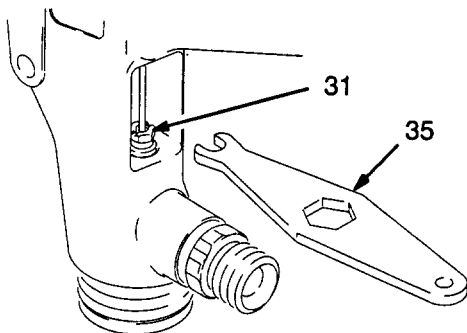

Fig. 11
9. Apretar el tornillo de ajuste de las empaquetaduras (31) con la llave de pistola (35), tal como se muestra en la Fig. 11, hasta que se sienta una ligera resistencia sobre la aguja de fluido. No apretar excesivamente el tornillo puesto que esto puede bloquear el movimiento de la aguja.
- Colocar la pistola y los gatillos del producto activador (3 y 48). Apretar el tornillo (5), aplicando un par de apriete de 25 a 35 pulgadas - libras (2,8 a 4,0 N.m).
- Apretar el gatillo de la pistola para probar el movimiento de la aguja de fluido (21). Si la aguja de fluido no regresa después de haber soltado el gatillo (3) o si regresa lentamente, aflojar el tornillo de ajuste de la empaquetaduras (31) con la llave para pistola (35) hasta que la aguja regrese libremente. Ver Fig. 11. Repetir esta operación para probar también la aguja del producto activador (49j).